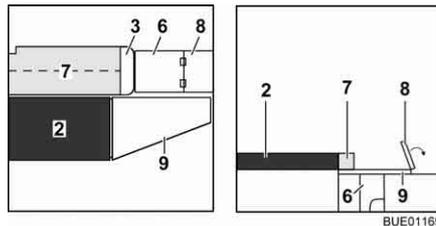

Bild 119 Während des Umbaus
- Bettkasten-Verlängerung (Bild 119,6) herausziehen.
- Die Verlängerung der Sitzplatte (Bild 119,8) nach außen umlegen.
- Das Zusatzpolster (Bild 119,7) aufklappen und auf den Tisch legen.
- Die Bettverbreiterung (Bild 119,9) in die Aufnahmen an den Sitztruhen einhängen.